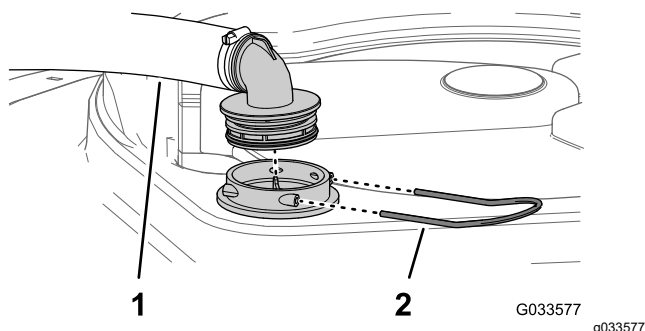

Figure 94
2. Au sommet de la cuve du pulvérisateur, retirez l'étrier de fixation qui fixe le raccord de flexible sur le grand flexible du logement du filtre (Figure 94).
3. Retirez le flexible et le raccord du logement du filtre (Figure 94).